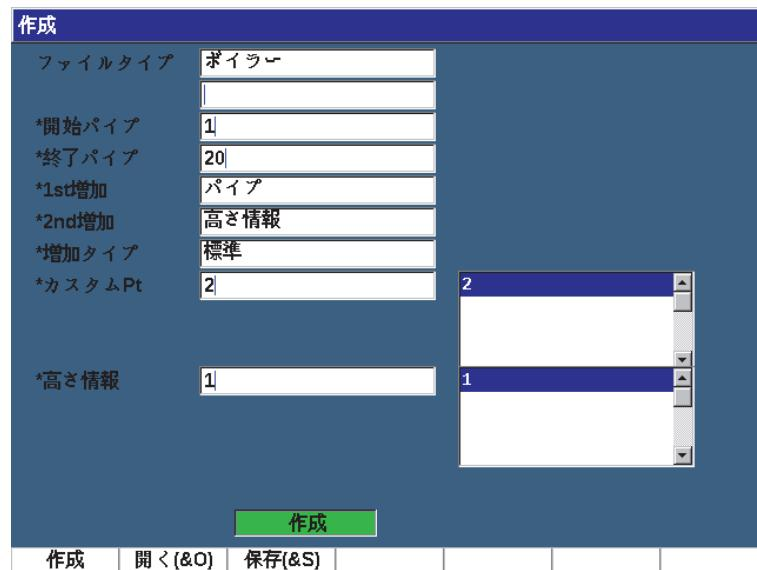

図 10-5 アドバンスト（作成 2 ページ目）
7. 作成ページ 2 で、パラメータキー (P1 ~ P7) を押し、タイプを選択します (211 ページの図 10-5 参照)：